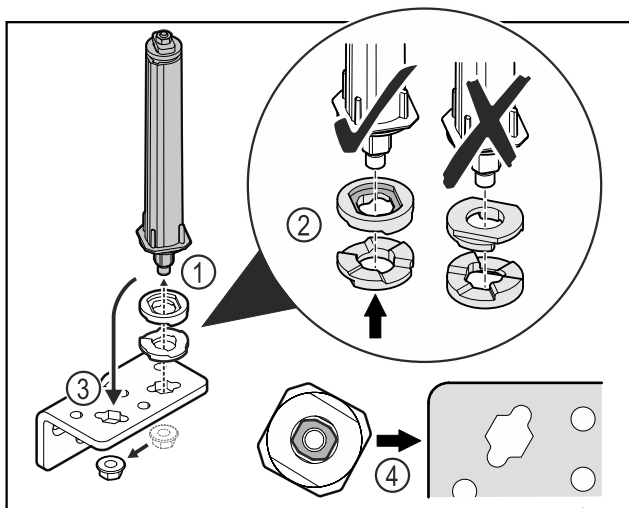

Fig. 36
- ▶ Povolte matici a odstraňte uzavírací systém dvířek Fig. 36 (1).
- ▶ Dbejte na správné vyrovnaní výškově stavitelných podložek Fig. 36 (2).
- ▶ Přesaďte uzavírací systém dvířek v úhelníku závěsu a upevněte jej maticí Fig. 36 (3).
- ▶ Při nasazování dbejte na správné vyrovnaní uzavíracího systému dvířek Fig. 36 (4).